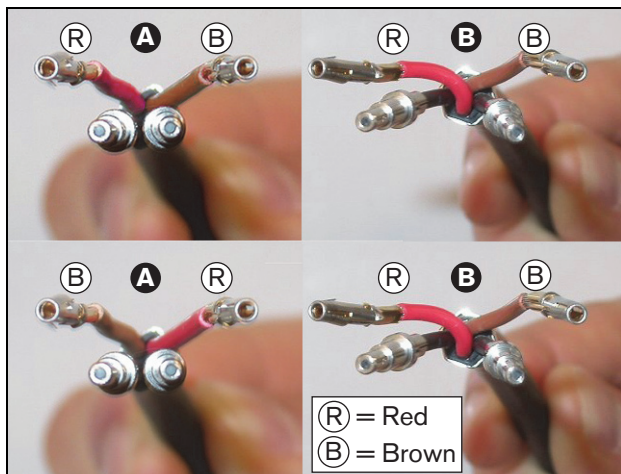

figura 30.31: Posicionamento dos fios de cobre e fibras
- 26 Verifique se os fios de cobre e as fibras ópticas plásticas foram posicionados correctamente (consulte a figura 30.31).